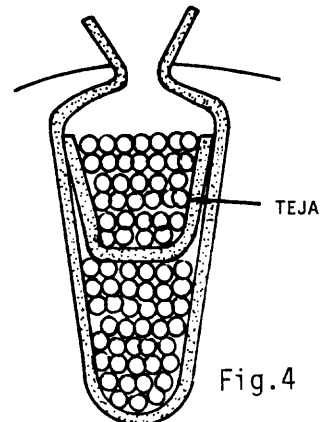

Fig.4
- c Coloque una teja aislante en forma invertida entre el haz de alambres de la 1ª bobina y la 6ª a colocar (fig.4).